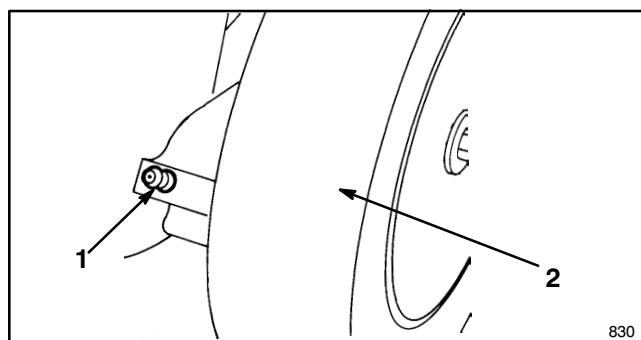

Figure 29
2. Places les leviers de hauter de coupe des roues arrière en position "2". Essuyer les graisseurs avec un chiffon propre (fig. 29). Placer l'embout de la pompe à graisse sur le graisseur et pomper délicatement 2 ou 3 fois la graisse multi-usages au lithium No. 2.